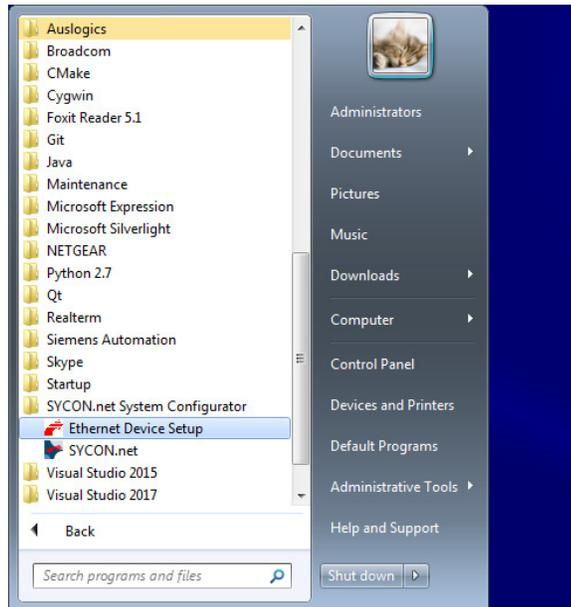

Abbildung 8: Ethernet-Geräte-Setup im Startmenü
2. Doppelklicken Sie auf **SYCON.net**. (Weitere Informationen finden Sie unter Abbildung 8.)